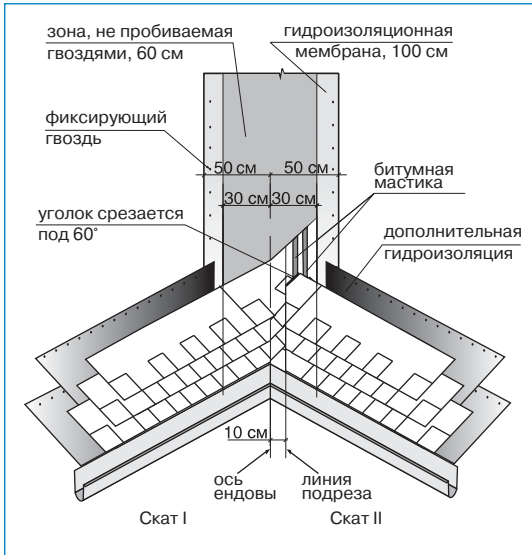

Рис. 3
Ендова (рис. 3)
- лист, подходящий к ендове со ската II, должен доходить до линии подрезки и обрезаться по ней. Верхний уголок обрезанного края листа подрезается под углом 60° (53 см — рис. 3);